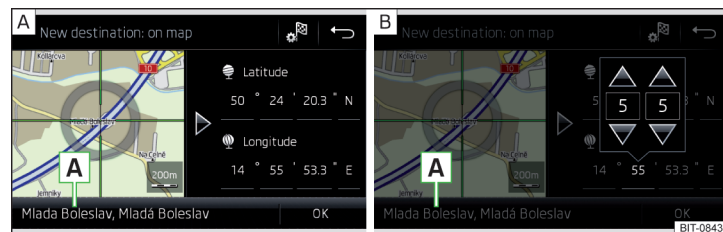

Fig. 231 Introducir destino: a través del punto del mapa / con ayuda de las coordenadas GPS
- » Por el toque de la pantalla desplazar el destino deseado en la cruz reticular » **fig. 231** - **[A]**.
- » Pulsar la superficie funcional con el valor deseado de las coordenadas GPS para la anchura gráfica  y la longitud gráfica  » **fig. 231** - **[B]**.
Si están disponibles informaciones sobre el punto introducido en los datos de navegación del Infotainment, entonces serán visualizadas en vez de las coordenadas GPS (p.ej. dirección **[A]** » **fig. 231**).